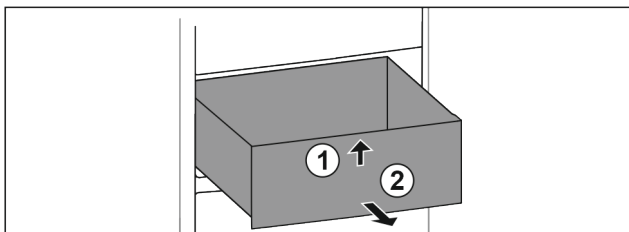

Fig. 67
- ▶ Sollevare il cassetto dal davanti. Fig. 67 (1)
- ▶ Rimuovere il cassetto tirandolo in avanti. Fig. 67 (2)